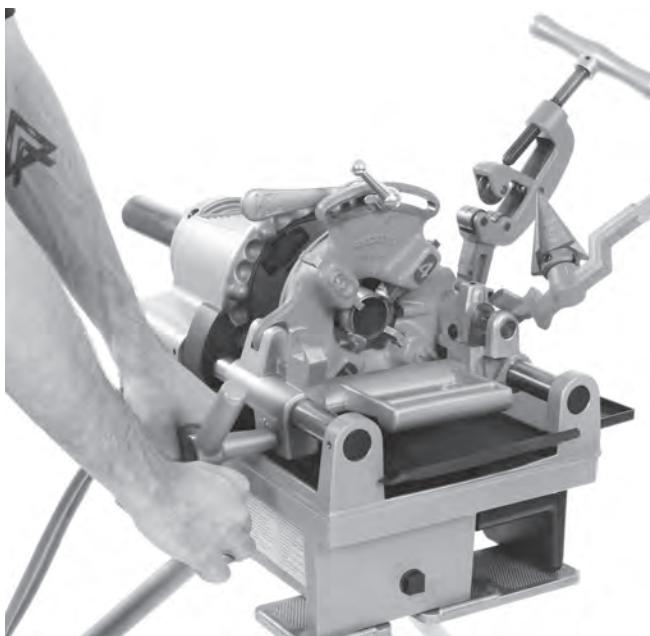

Figure 13 – Filetage des tuyaux
3. Mettez l'interrupteur Marche/Arrêt (I/O) en position marche (I).
4. Prenez le volant du chariot des deux mains (*Figure 13*).
10. Mettez l'interrupteur Marche/Arrêt (I/O) en position arrêt (O).